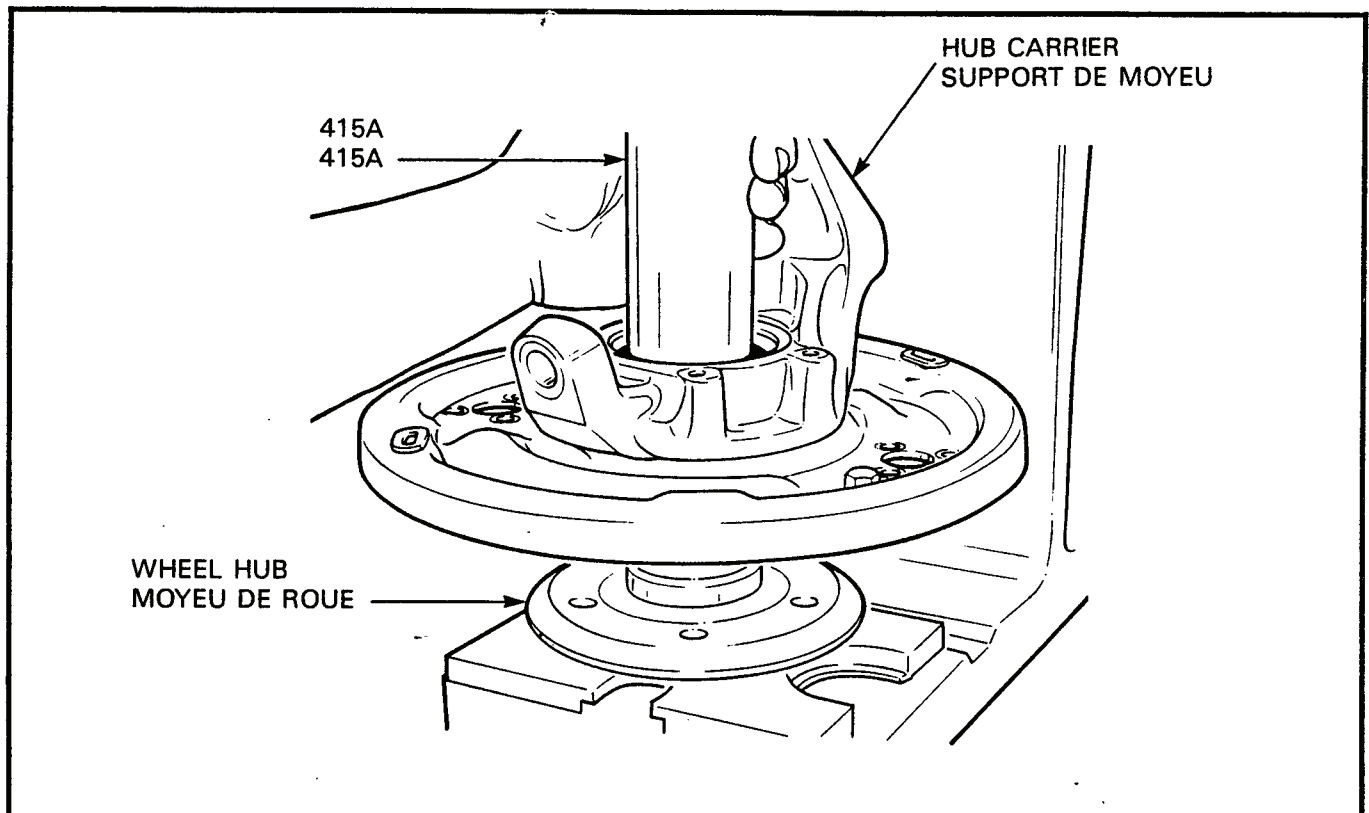

Figure 3-4-17 Installation of Wheel Hub
- f. Using tool 415A, press the wheel hub part way into the carrier so that the hub nut can draw the wheel hub all the way into the carrier when the nut is installed, see Figure 3-4-17. Ensure the wheel hub goes in straight.
- f. Au moyen de l'outil 415A, enfoncer le moyeu de roue partiellement dans le support de sorte que l'écrou de moyeu puisse entraîner celui-ci jusqu'au bout dans le support une fois l'écrou installé. Voir figure 3-4-17. S'assurer que le moyeu de roue pénètre bien droit.